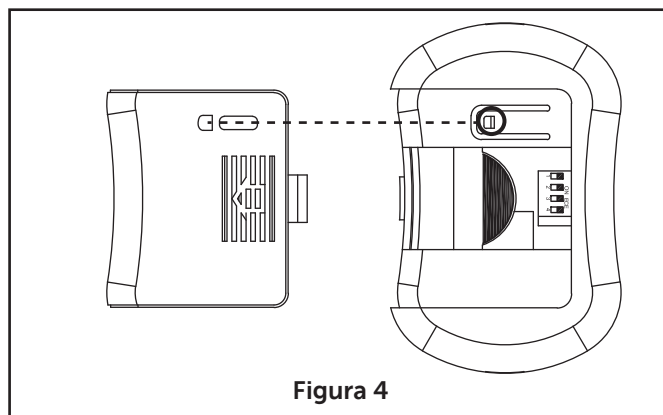

Figura 4
- ☐ 6. Vuelva a colocar la tapa de la batería en el control remoto. Asegúrese de que el orificio de la batería cubra la pestaña de forma segura. (Figura 4)